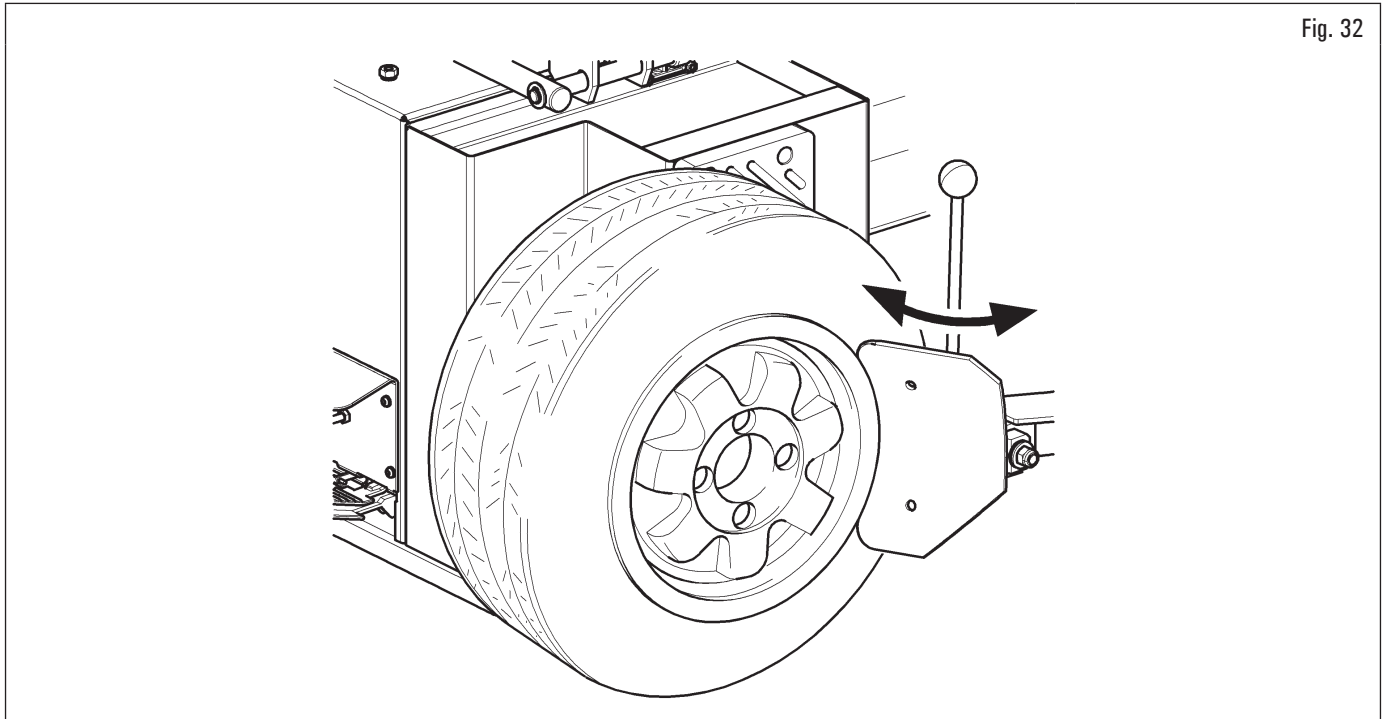

Fig. 32
1. positionner la roue comme indiqué sur la Fig. 32 et approcher la palette décolle-pneus au bord de la jante ;